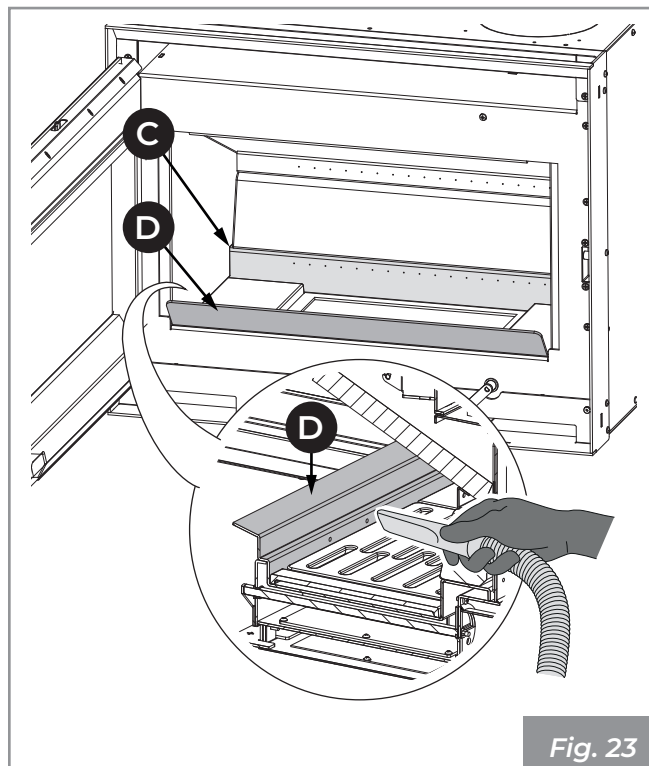

Fig. 23
- 2) Extraer el cajón de cenizas (B) de la base y aspirar la ceniza eventual depositada en los compartimientos subyacentes (Fig. 23).
- 3) Aspirar los orificios traseros (C) y delanteros (D - donde esté previsto) del distribuidor de aire comburente con el fin de evitar eventuales acumulaciones de cenizas (Fig. 23).